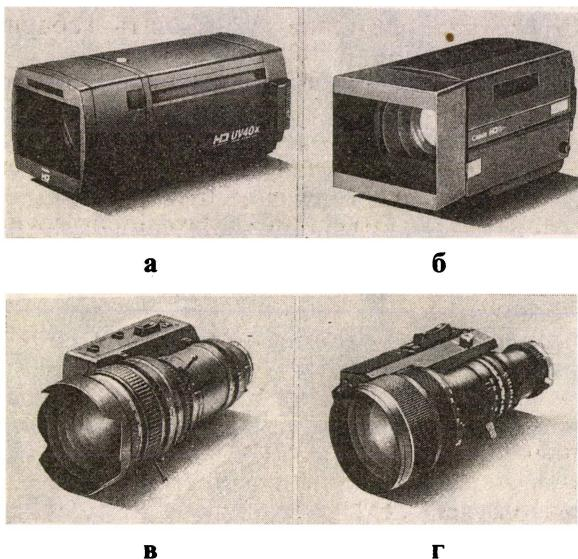

Рис. 4. Вариообъективы для телекамер ТВЧ:
□ линейка вариообъективов для 25-мм передающих трубок (размер мишени  $13,95 \times 7,84$  мм) включает самый широкоугольный объектив HV5×8,5B ( $2\sigma_{\max} = 86,5^\circ$ ), широкодиапазонный объектив UV40×15B ( $M = 40^\times$ ) и штатный объектив HV14×12,5B, который отличается от выпускавшихся ранее PV14×12,5 BHD [2] меньшей массой и увеличением минимальной дистанции съемки (1,26 м вместо 0,7 м). На рис. 4 приводится внешний вид объективов UV40×15B, HV14×12,5B и HV5×8,5B;
□ для 18-мм передающих трубок (размер мишени  $9,587 \times 5,383$  мм) разработаны штатный объектив HJ12×8,5B с постоянным относительным отверстием 1:1,7 по всему диапазону изменения фокусных расстояний (см. рис. 4, г) и широкодиапазонный объектив UJ40×10,5B с кратностью  $40^\times$  и относительно небольшой массой (19 кг);